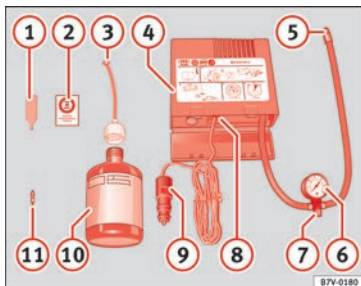

Bild 162 Standardtyp: Innehåll i däckreparationssystemet.
Däckreparationssatsen förvaras under lastgolvet i bagagerummet. Satsen består av följande delar » **bild 162**:
- Skruva bort ventilkägla med det medföljande verktyget » **bild 162** ① och placera ventilkägla på ett rent underlag.
- Skaka flaskan med tätningsmedel ordentligt » **bild 162** ⑩ i flera sekunder.
- Skruva på påfyllningsslangen » **bild 162** ③ ordentligt på flaskan med tätningsmedel i medurs riktning. Tätningen i flaskans mynnings avlägsnas automatiskt.
- Ta bort locket till påfyllningsslangen » **bild 162** ③ och skruva fast den öppna änden av slangen i däckventilen.
- Skruva dit ventilkägla i däckventilen igen med det medföljande verktyget » **bild 162** ①.
- Skruva fast påfyllningsslangen » **bild 162** ⑤ till kompressorn ordentligt på däckventilen.
- Kontrollera om luftningsskruven » **bild 162** ⑦ är stängd.
- Anslut kontakten » **bild 162** ⑨ till ett av fordonets 12 volts-uttag » **Sidan 97**.
- Slå på kompressorns PÅ/AV-knapp » **bild 162** ⑧.
- Låt kompressorn vara igång tills trycket ligger mellan 2,0 och 2,5 bar (29–36 psi/200–250 kPa) » **⚠. Maximal drifttid är 8 minuter** » ①.
Skruva på påfyllningsslangen » **bild 162**  .